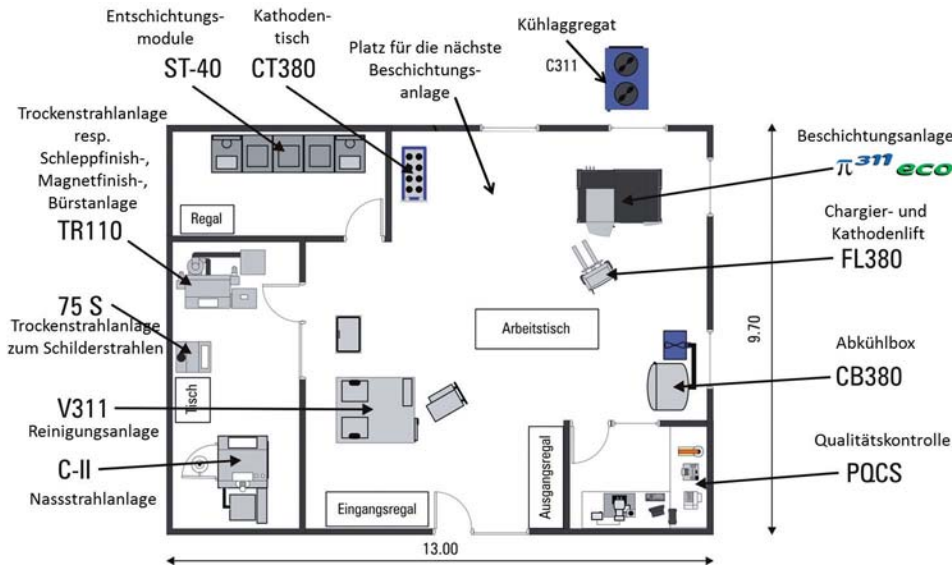

Bild 3: Beispiel-Layout eines In-House-Beschichtungssystems.
- Bei der Auswahl des Systemlieferanten einer In-House-Beschichtung muss er in erster Linie darauf schauen, ob er eine Turnkey-Lösung (Bild 3) mit komplettem Know-how aus einer Hand bekommt [2].